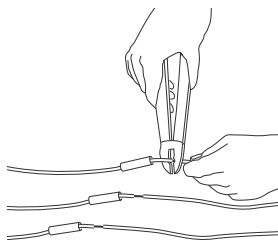

Fig. 7 Prensado de los conectores
4. Introduzca un tubo termorretráctil en cada conductor. Use un conector de tipo "Sta-Kon" del tamaño adecuado para cada conductor, asegurándose de hacer coincidir los colores. Use unos alicates "Sta-Kon" para prensar los conectores. Consulte la fig. 7. Asegúrese de apretar bien con los alicates, especialmente si el cable es largo.